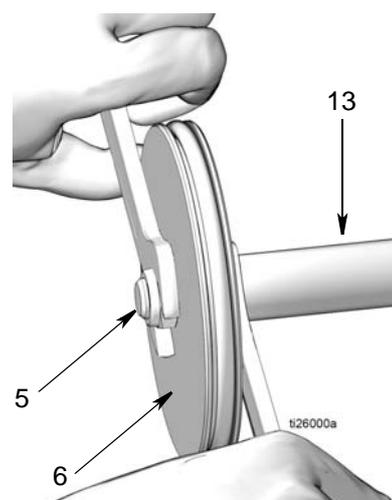

Рис. 19
15. Шток поршня (13) и поршень (6)
- a. Вытащите шток поршня (13) и поршень (6) из пневматического цилиндра (2) (Рис. 19).
- b. Для разделения штока поршня (13) и поршня (6) воспользуйтесь двумя гаечными ключами, работая ими в противоположных направлениях. Зафиксируйте один открытый конец гаечного ключа на лысках штока поршня, а второй гаечный ключ используется для ослабления затяжки гайки (5), как показано на Рис. 19.